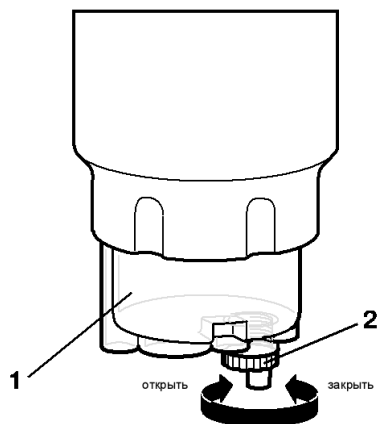

Рис. 40. Слив воды:
2. Отвернуть резьбовую пробку сливного отверстия 2 (рисунок 40) на дне водосборного отстойника 1 на 1-2 оборота и дать воде и примесям стечь в подставленную ёмкость.